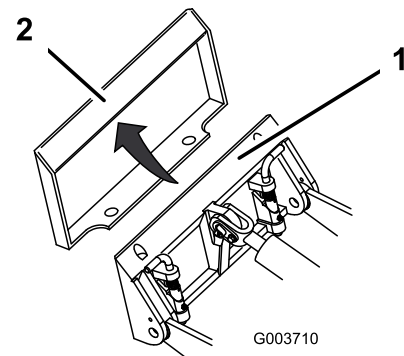

Bild 24
4. Setzen Sie die Befestigungsplatte in die obere Lippe der Aufnahmeplatte am Anbaugerät (Bild 24).